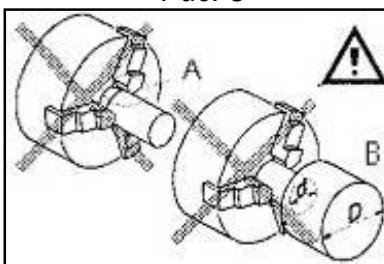

Рис. 6
Старайтесь не обрабатывать заготовки с короткой зажимной длиной (A, Рис.6) или небольшого диаметра (B).